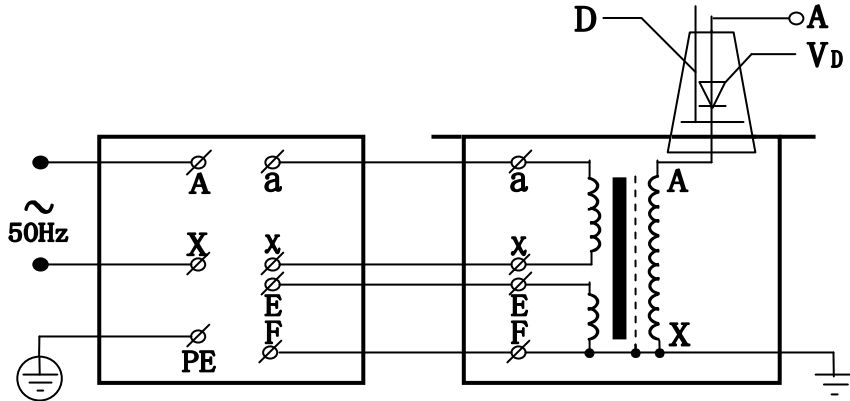

图 4：单台 YDJ-ADT 交直流试验变压器原理图
2、单台 YDJ-ADT 试验变压器的工作原理图见图 4，图中高压套管中装有高压硅堆，串接在高压回路中作半波整流，以获得直流高电压。当用一短路杆将高压硅堆短接时，可获得工频高电压，作为交流输出状态；取消短路杆时，作为直流输出状态。